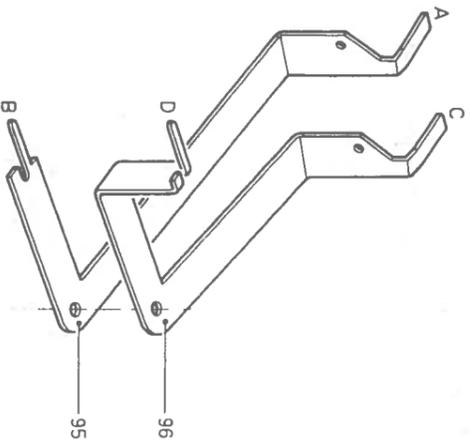

Fig. 19
- Courber les pattes de l'équerre de commutation, rep. 95 pour que le tiroir du commutateur occupe la position dessinée fig. 19.
- Le tiroir du commutateur doit occuper la position dessinée fig. 19. L'ajustage peut se réaliser en courbant les pattes sur l'équerre de commutateur, rep. 96.